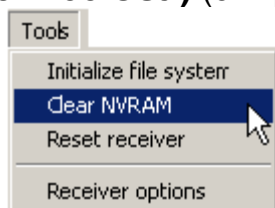

Рисунок 5-17. Очистка NVRAM с помощью PC-CDU
- Выберите пункт меню **Tools > Clear NVRAM (Инструменты > Очистить энергонезависимое ОЗУ)** (см. рис. 5-17)